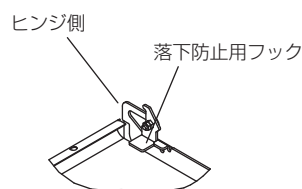

図15
①サービスパネルのヒンジ側の落下防止用フックを図15の方向にし、落下防止用ワイヤーのある方のピンに引掛ける。